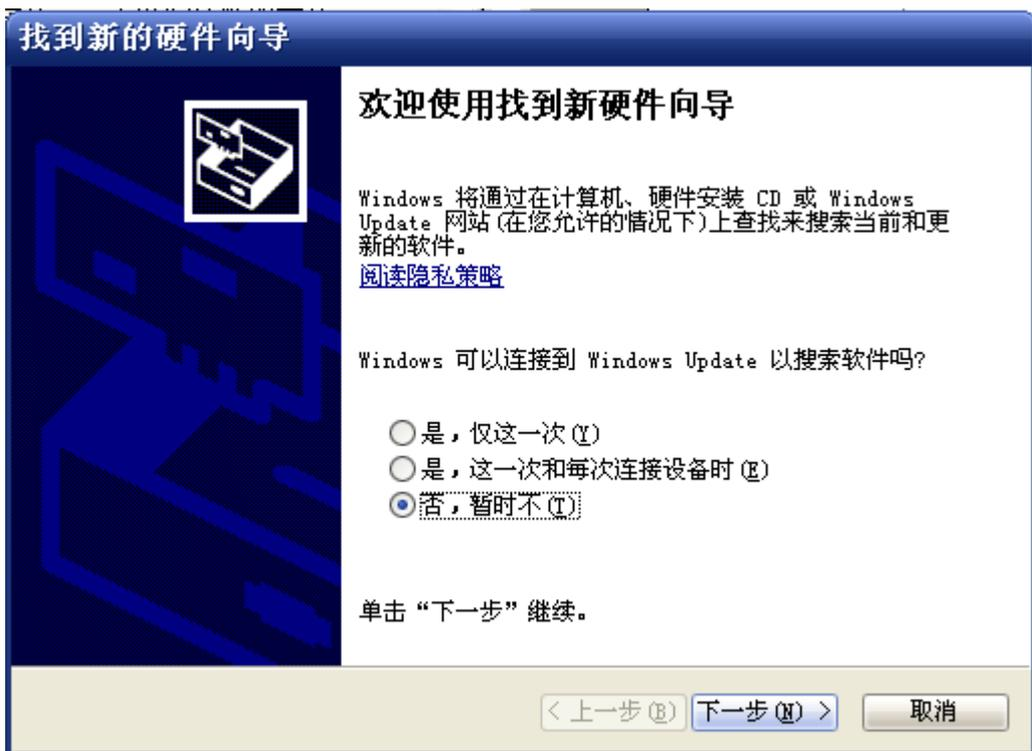
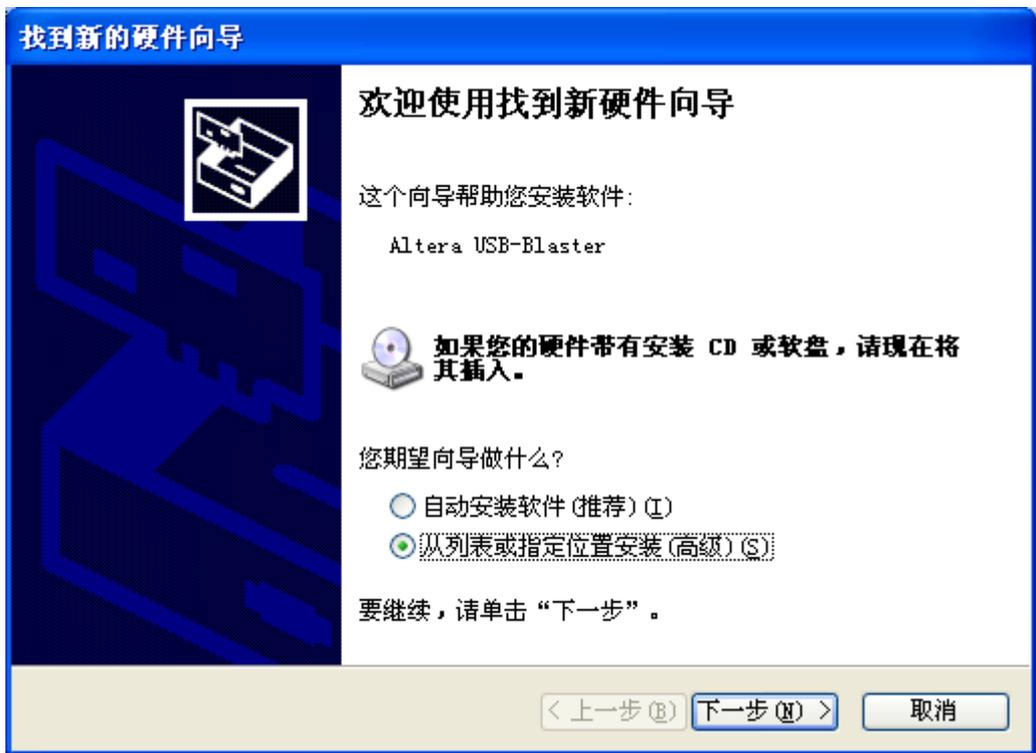

图 1-2 找到新的硬件向导（未识别）
图 1-3 找到新的硬件向导（识别）
1. 将 DE2-70 实验平台的 Blaster 接口(开发板上部最左边)接好 USB 连接线，插头插入主机的 USB 接口，Windows XP 发现新硬件后会弹出一个对话框。参看图 1-2。
注意：只有计算机没有识别出 USB-Blaster 才会出现图 1-2，如果是卸载后重新安装或者预装载一些驱动信息，则会从图 1-3 开始。